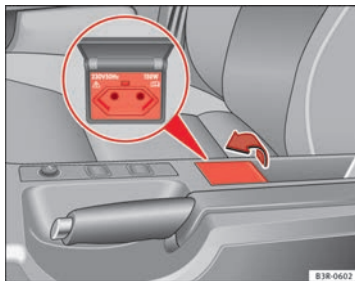

Abb. 124 Mitte der Mittelkonsole: 230-Volt-Steckdose
- Die Kappe zum Öffnen anheben ⇒ Abb. 124.